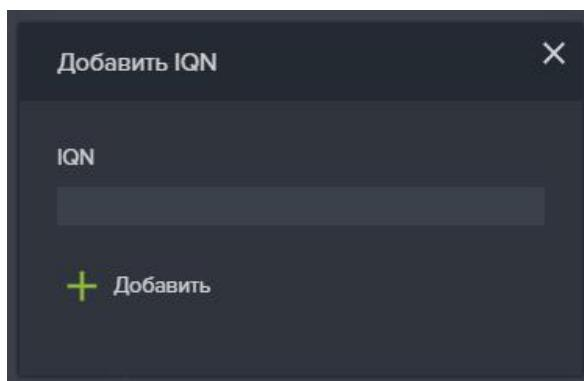

Рисунок 117. Добавление IQN клиенту
7. Введите IQN клиента в открывшемся окне и нажмите на кнопку «**Добавить**». (см. Рисунок 117);